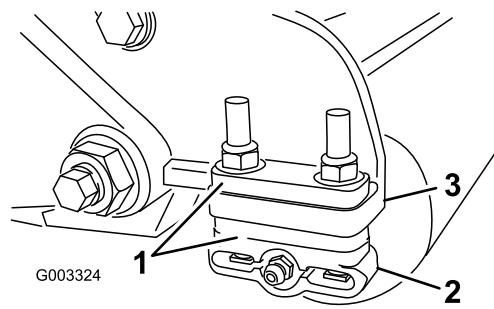

Figura 14
- Regolate le staffe del rullo posteriore (Figura 14) in base all'altezza di taglio desiderata posizionando il numero di distanziali necessari sotto la flangia di montaggio della piastra laterale (Figura 14) conformemente alla tabella delle altezze di taglio.